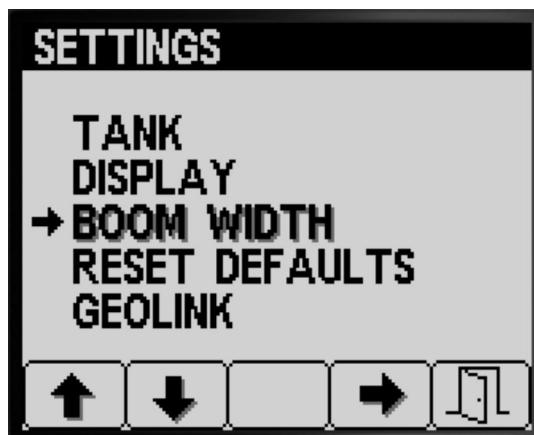

Figura 32
1. Pulse el botón 2 en la pantalla AJUSTES hasta que llegue a la opción ANCHURA DE LOS BRAZOS (Figura 32).
2. Pulse el botón 4 para seleccionar la opción ANCHURA DE LOS BRAZOS (Figura 32).